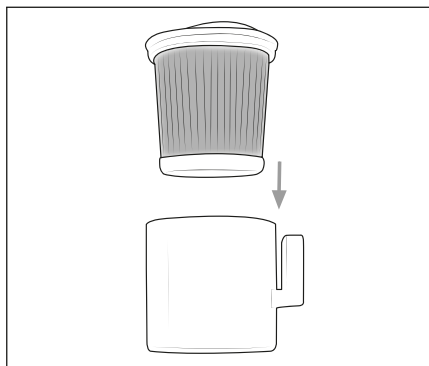

Fig. 20
- 7) Insérez le filtre HEPA ④ dans le bac à filtre HEPA ⑤ (voir fig. 20).